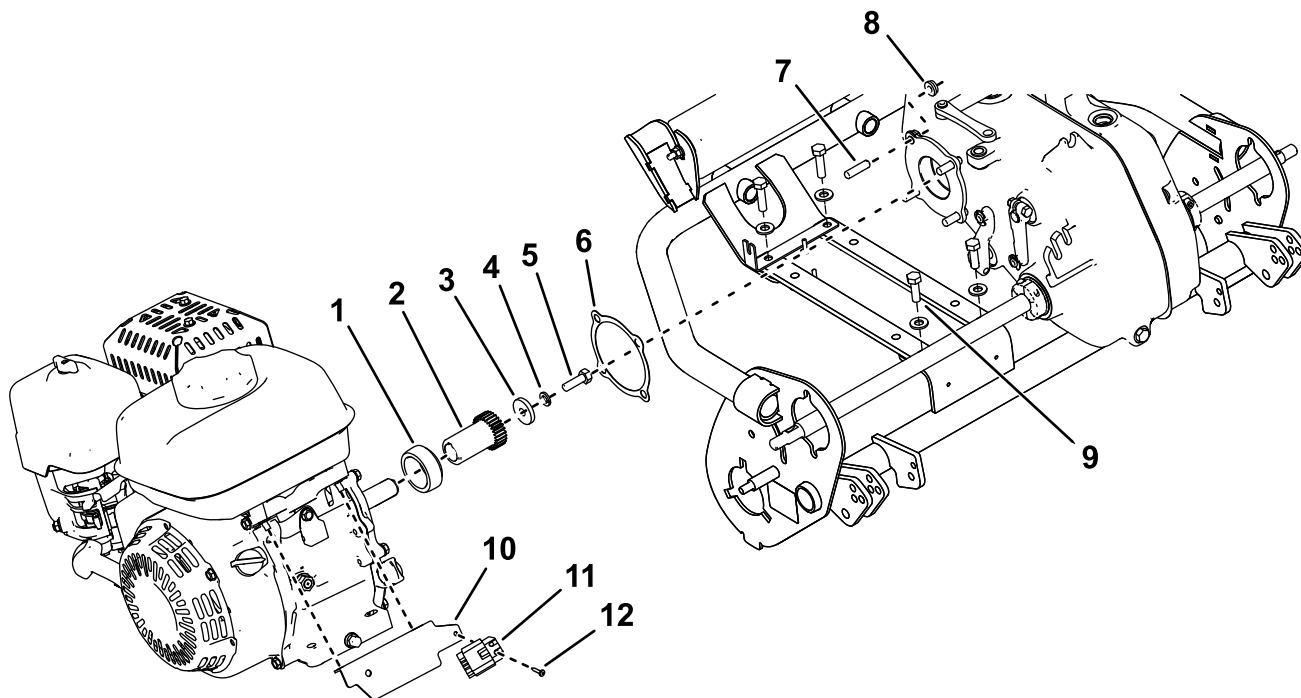

图8
2. 卸下并丢弃将发动机安装到齿轮箱的螺母 图8。
1. 将中等强度可清除防松螺纹油如蓝色 Loctite® 242 乐泰胶涂在新固定螺丝的螺纹上然后将其安装到发动机上 图8。
2. 将之前卸下的发动机输出轴组件安装到发动机图8。
3. 使用随附的自攻螺丝图8将联锁模块安装到线束支架。
8. 使用之前卸下的螺母 图8将发动机安装到齿轮箱。